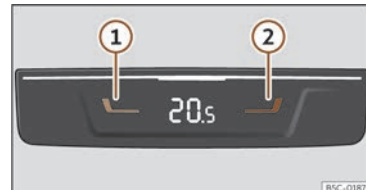

Fig. 110 A la part posterior de la consola central: comandaments per a les places del darrere.
- Premeu les teclades   >>> **fig. 110** per ajustar la temperatura de la zona posterior.